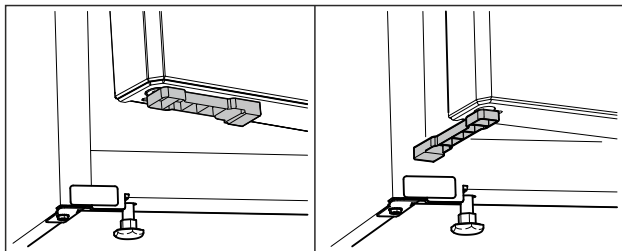

Fig. 69 *
- ▶ Otočte distanční držák dveří o 90°. (viz Fig. 69) *